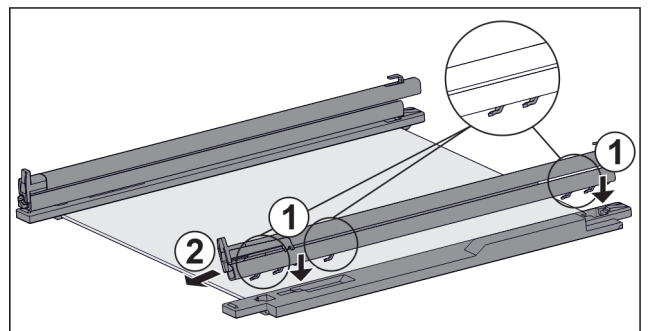

Fig. 100 Glasplade med skinner og holdedele
- ▶ Sæt skinnens kroge på den **venstre** holdedels åbninger. Fig. 100 (1)
- ▶ Træk skinnen frem. Fig. 100 (2)
- ▶ Sæt skinnens kroge på den **højre** holdedels åbninger. Fig. 100 (1)